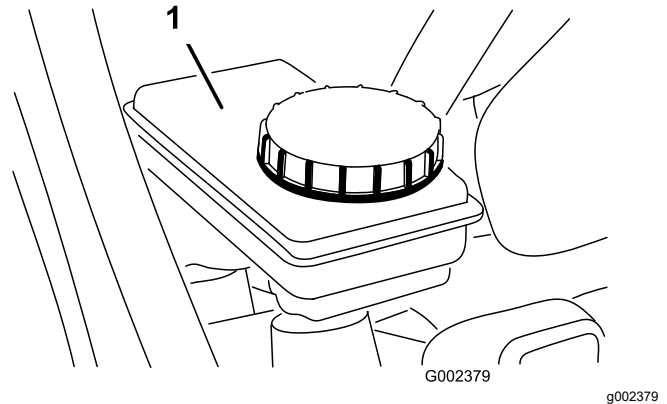

Figure 25
2. Le niveau de liquide doit atteindre le repère maximum sur le réservoir (Figure 25).
3. Si le niveau de liquide est trop bas, nettoyez la surface autour du bouchon du réservoir, enlevez le bouchon et versez du liquide de frein spécifié dans le réservoir jusqu'au niveau correct (Figure 25).